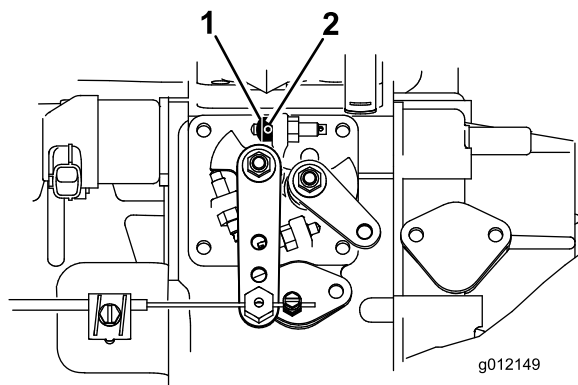

Figure 6
1. Desserrez la vis sans tête sur la butée de papillon (Figure 6).
2. Glissez la butée de papillon sur la vis d'arrêt de régime de ralenti accéléré (Figure 6). Le côté chanfreiné de la butée de papillon doit être placé à l'extérieur.